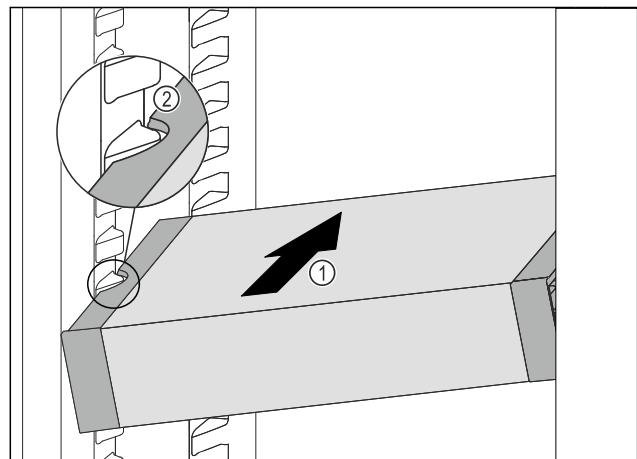

Fig. 178
- ▶ VarioSafe schräg in das Kühlteil einschieben Fig. 178 (1), bis sich die seitlichen Aussparungen Fig. 178 (2) des VarioSafes auf Höhe der Behälterrippe im Kühlteil befinden.